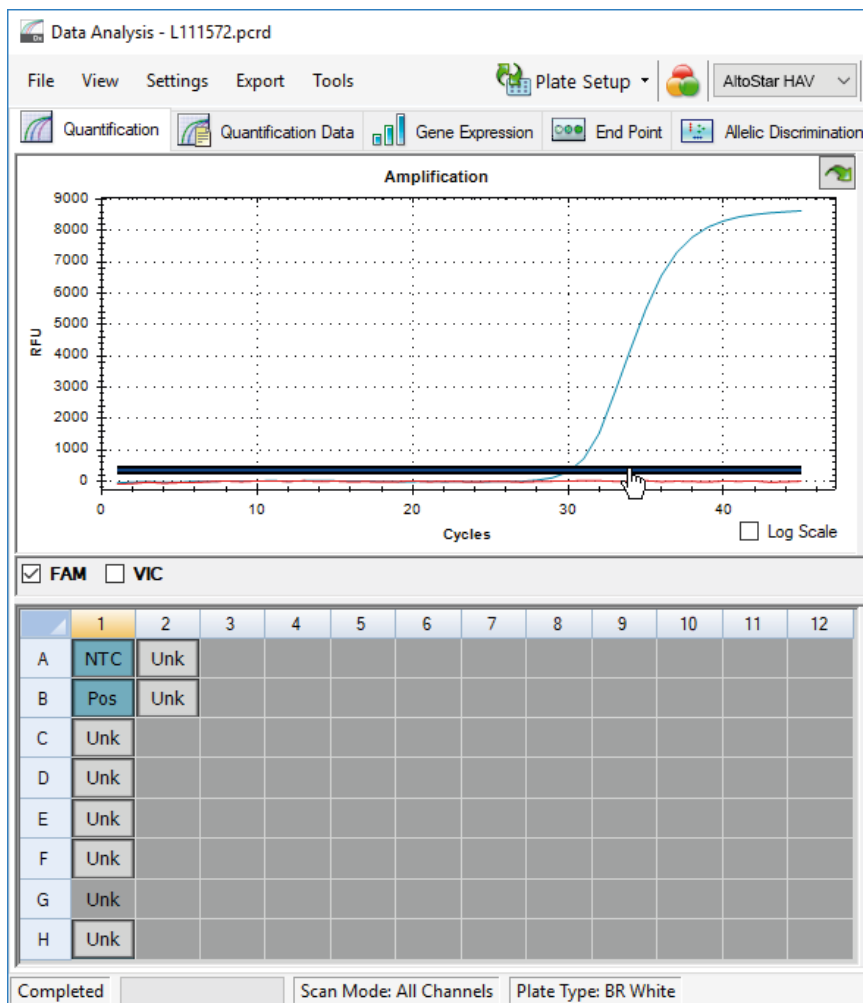

Figura 10: Janela Data Analysis (Análise de Dados): definição do limiar FAM™
5. Do lado esquerdo da janela Data Analysis (Análise de Dados), anule a seleção da caixa de verificação **VIC** e assinale a caixa de verificação **FAM** para o canal de deteção do alvo de HAV (consulte a figura 10).
6. Selecione apenas os poços que contêm NTC e o PC na vista da placa da janela Data Analysis (Análise de Dados) (consulte a figura 10).
7. Arraste o limiar bem acima do sinal de NTC para a área exponencial do sinal PC (consulte a figura 10).